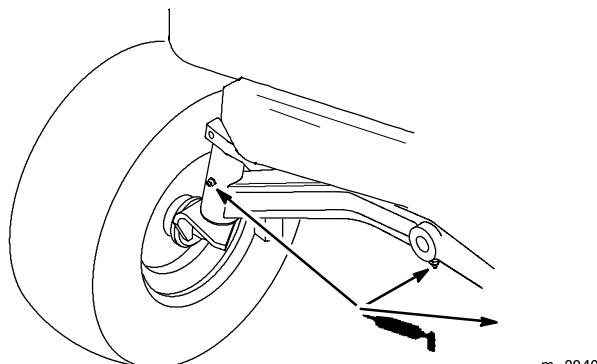

Figure 33
- Graisser les fusées des roues droite et gauche jusqu'à ce que la graisse commence à suinter hors des roulements (Fig. 33).
- Graisser le pivot de l'essieu avant (Fig. 33).